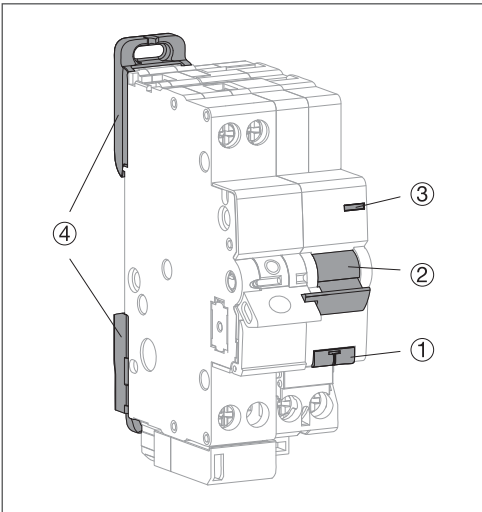

Fig 1 : Descrição do bloco AFDD
O botão de teste T (ver Fig. 1) é usado para testar o dispositivo. O AFDD deve disparar após um breve pressionamento do botão de teste. Após isso, o dispositivo pode ser ligado novamente.
Pressione brevemente o botão de teste T (ver Fig. 1). Ao pressionar o botão de teste, o AFDD deverá disparar. Teste regularmente.
- Pressione o botão de teste T (veja a Fig. 1) por 5 segundos para ativar o modo Bluetooth®.